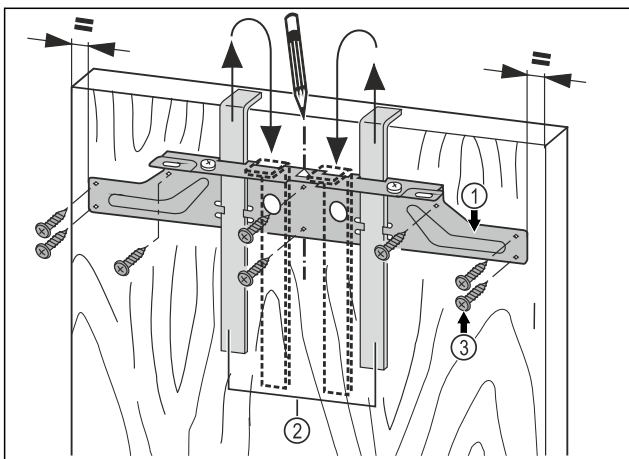

Fig. 45
- ▶ Upevňovací příčník Fig. 45 (1) zavěste pomocí montážních pomůcek Fig. 45 (2) na vnitřní stranu nábytkových dvířek.
- ▶ Upevňovací příčník Fig. 45 (1) vyrovnejte středově vůči dvířkům.
- ▶ Upevňovací příčník Fig. 45 (1) přišroubujte minimálně 6 šrouby Fig. 45 (3).
- ▶ Upevňovací příčník Fig. 45 (1) přišroubujte 4 šrouby Fig. 45 (3) na okraji.
- ▶ Montážní pomůcky Fig. 45 (2) vytáhněte směrem nahoru a zasuňte je obráceně do sousedních upínacích otvorů.